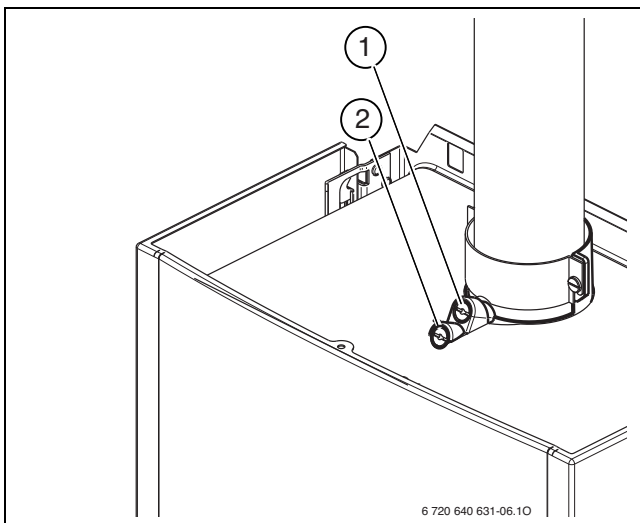

Bild 64 Z.N 11/18/24-7 AE
Legende zu Bild 64 und 65:
- ▶ Verschlussstopfen am Abgas-Messstutzen [2] entfernen (→ Bild 64/ 65, Seite 44).